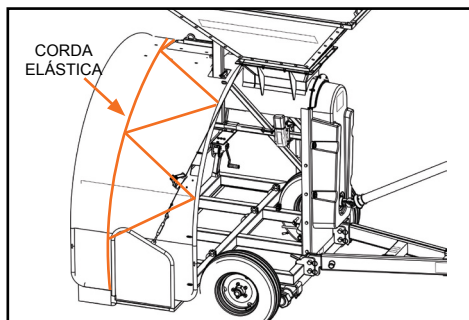

Figura 36
- Coloque a corda elástica, fornecida como acessório, de tal modo que abrace o silo bolsa colocado sobre o túnel da embolsadora. Esta corda permite o controle da saída das pregas do silo bolsa, a corda deve ser presa nos furos localizados na parte inferior da bandeja. A corda de nylon, é usada para prender a corda elástica, a mesma deve passar entre os olhais localizados sobre o túnel da embolsadora fazendo um zig e zag entre a corda elástica e os olhais da embolsadora (Figura 36).